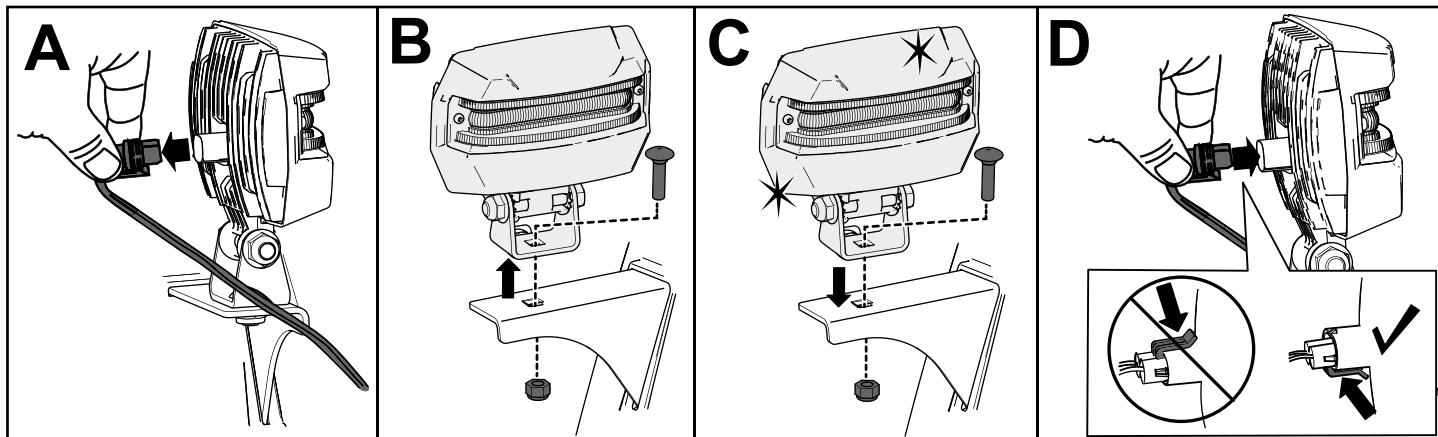

Figura 40
1. Detașai cablul de pe partea din spate a farului (A din Figura 40).
2. Scoateți urubul și piulița care fixează farul pe suportul acestuia și îndepărtați farul vechi (B din Figura 40).
3. Fixați farul nou pe suport cu urubul și piulița pe care le-ați demontat la pasul anterior (C din Figura 40).
4. Introduceți cablul în spatele farului până când se fixează în poziție (D din Figura 40).